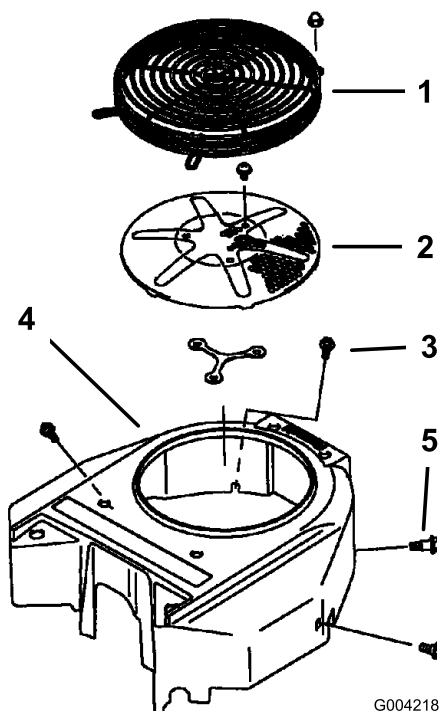

Figura 82
3. Retire o painel de admissão de ar, o arrancador de retrocesso e a caixa da ventoinha (Figura 82).
5. Instale o painel de admissão de ar, o arrancador de retrocesso e caixa da ventoinha (Figura 82).